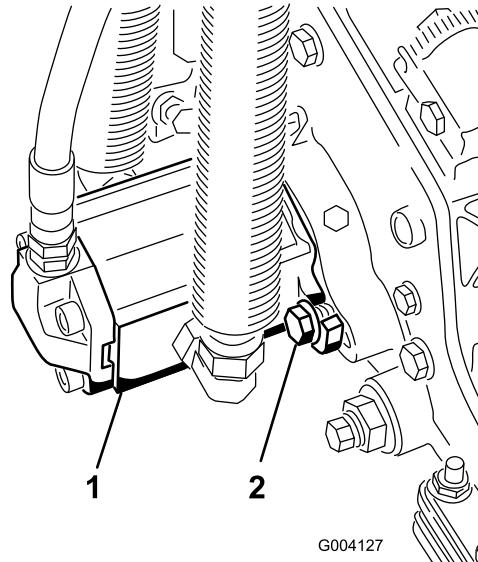

Figura 13
- 16. Montate il motore ruotato in senso orario in modo che le flange del motore non tocchino i bulloni (Figura 13).